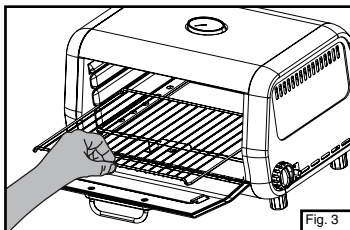

Fig. 3
- Placez alors la grille du four. (Fig. 3)